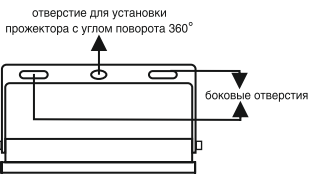

Рис. 2 Кронштейн для крепления светодиодного прожектора
7.1 Прожектор устанавливают на поверхности при помощи кронштейна с тремя отверстиями (**рис. 2**).
7.2 Возможна установка прожектора с углом 360° используя центральное отверстие на кронштейне (**рис. 2**).